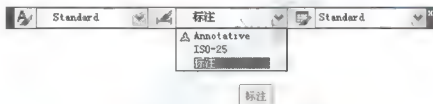

图 3.33 在【样式】工具栏中设定当前标注样式
(3) 在【样式】工具栏中设置当前标注样式，如图 3.33 所示。